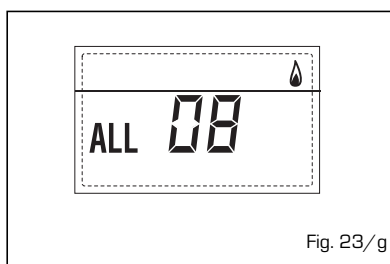

Fig. 23/g
- **ANOMALIA CIRCOLAZIONE ACQUA "ALL 09"** (fig. 23/h)